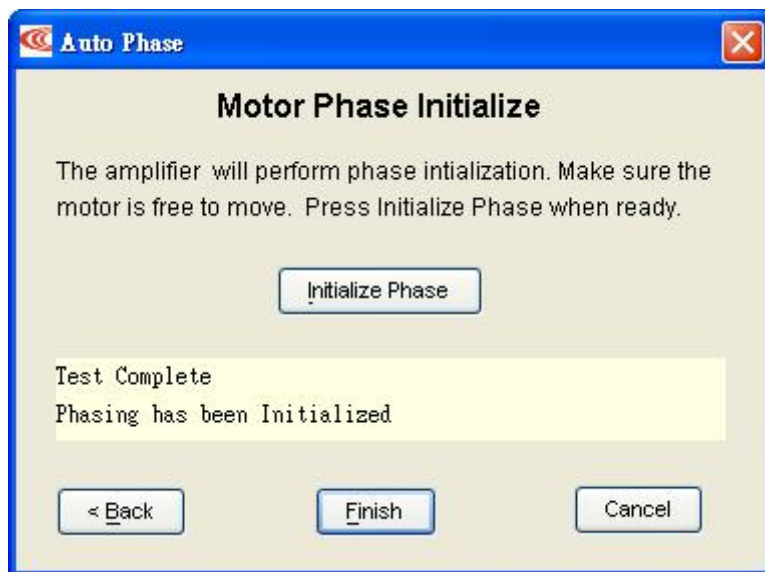

図 18 Phase has been Initialized
- f. 画面の真ん中の **Initialize Phase** をクリックして、モータはショートサーボオンを行います。OK であれば、図 18 のようなメッセージが表示されます。